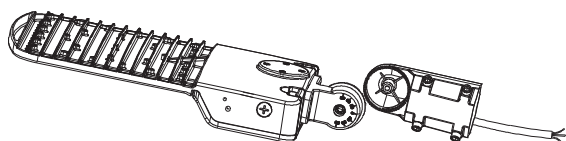

Figure 1
- 1 Séparer le support rotatif en deux parties. (Figure 1)
- 2 Brancher le cordon du luminaire au support rotatif qui sera fixé au luminaire. (Figure 1)